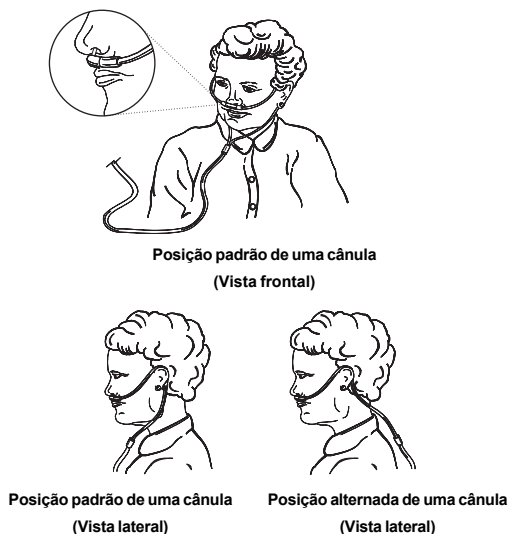

Figura 6 - Colocar uma cânula nasal
2. Ligue o *Tube de oxigénio* da cânula à ligação do *Fornecedor de oxigénio de respiração*, ou à ligação do humidificador, como apropriado. Ajuste a cânula à sua cara (Figura 6).